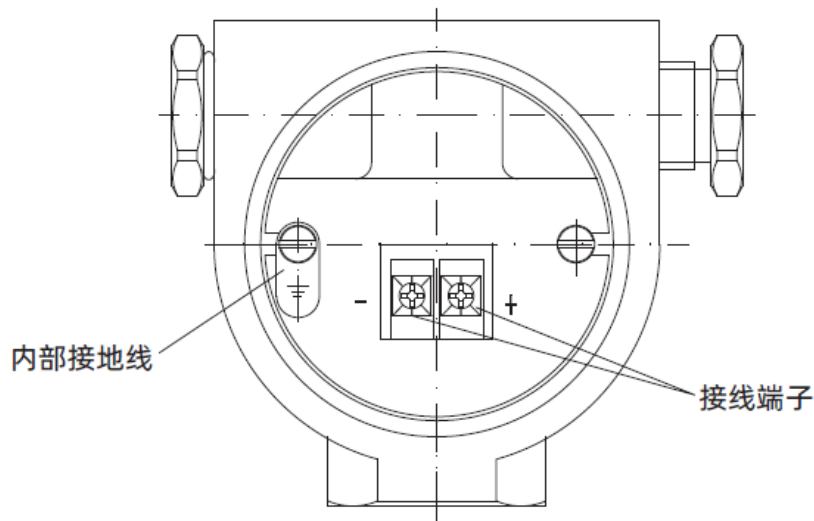

图 8 远传接线图
6.3.2 若液位计配带远传装置，则远传装置按下图完成接线-图 8